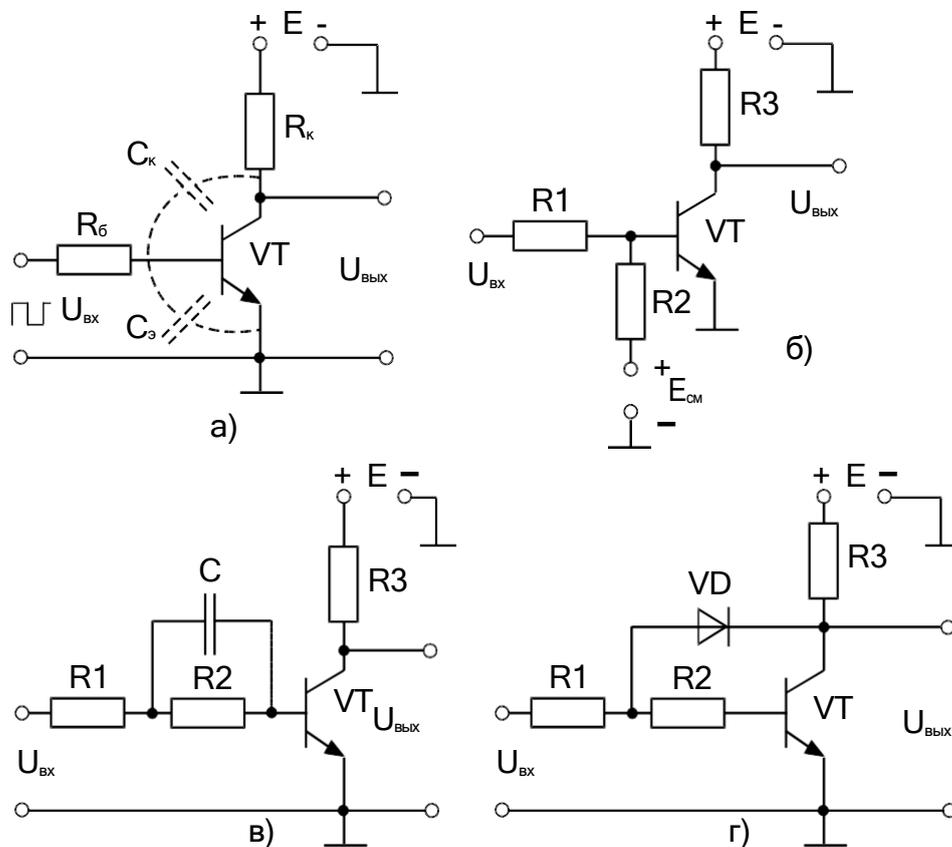
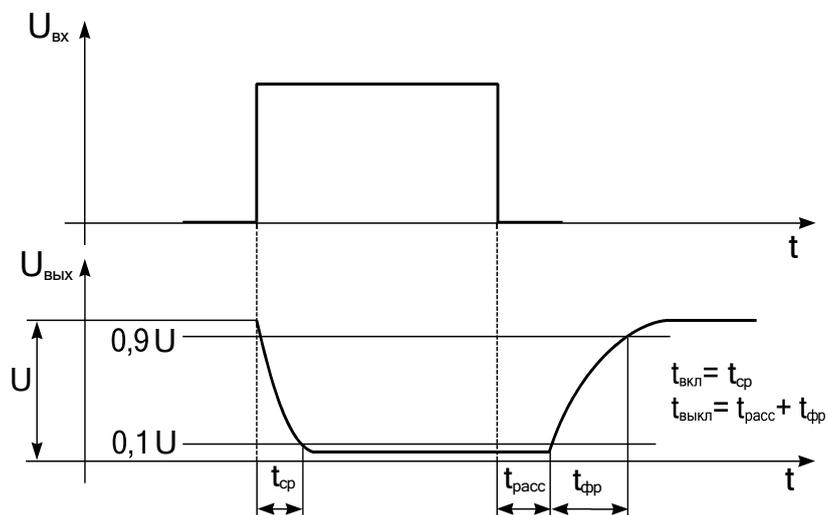

Рис. 1. Различные схемы ключей на биполярных транзисторах
Рис. 2. Осциллограммы входного и выходного импульсов ключа
Простейший ключ выполняется на транзисторе, включенном по схеме с ОЭ, имеющем ограничительное сопротивление в цепи базы (рис. 1,а). Этот транзистор имеет большое время выключения $t_{\text{выкл}} = t_{\text{расс}} + t_{\text{фр}}$ из-за рассасывания избыточного заряда из базы (рис. 2). Задержка выключения зависит от коэффициента насыщения транзистора $K_{\text{нас}} = I_{\text{б}}/I_{\text{б.нас}}$, где $I_{\text{б}}$ — ток базы; $I_{\text{б.нас}} = I_{\text{к.нас}}/\beta$ — ток базы, полностью открывающий транзистор до порога насыщения. Обычно $K_{\text{нас}} = 3 \dots 5$. Время включения транзистора $t_{\text{вкл}} \approx t_{\text{ср}}$ (рис. 2).
а) форсирующий конденсатор (рис. 1в), во время переходного процесса увеличивающий I_b (соответственно $K_{нас}$) для ускорения отпирания и запираания транзистора;
б) источник запирающего смещения цепи базы (рис. 1б), который «вытягивает» носители из базы при запираании транзистора;
в) нелинейную обратную связь (VD), снижающую ток базы при сильном отпирании транзистора. Быстродействующий диод ответвляет часть тока в коллекторную цепь и устраняет режим насыщения, следовательно, исчезает время рассасывания $t_{расс}$ (рис. 1г).
В макете есть встроенный генератор прямоугольных импульсов. Клеммы «Вход» предназначены для наблюдения осциллограммы входного сигнала, «Выход» — выходного сигнала. Клеммы XS1...XS4 и переключки позволяют изменять схемы ключа на транзисторе (рис. 1, а–г).